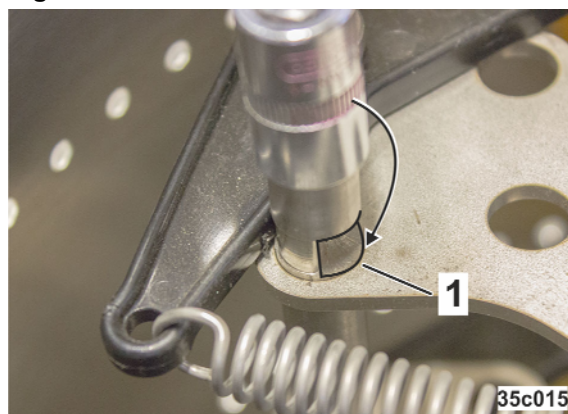

Fig. 329
3. La rainure (Fig. 329/1) doit être détachée complètement du levier d'actionnement (Fig. 327/2), axe de délestage en position de stationnement (les rouleaux de recouvrement des trous sont déchargés).